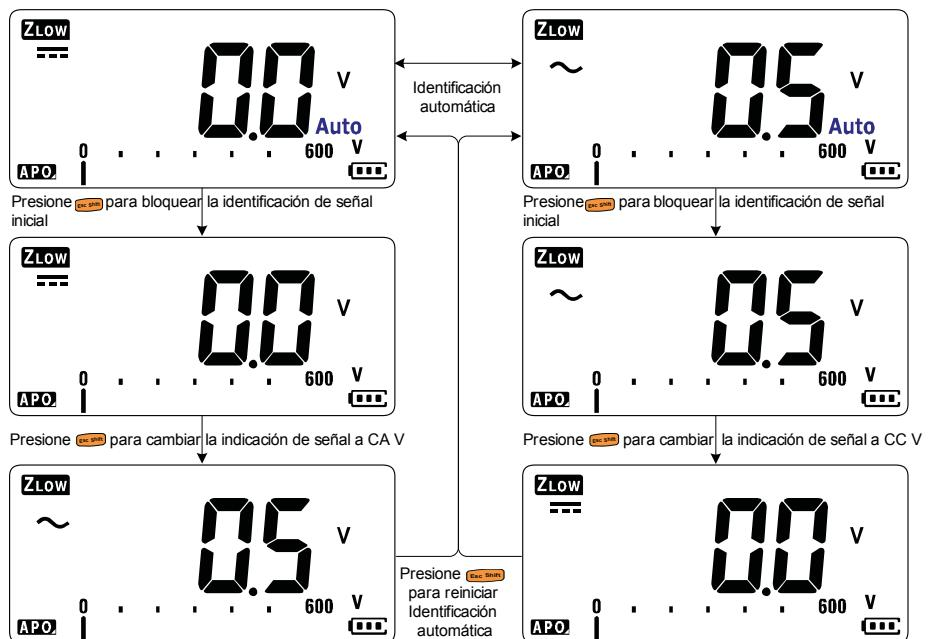

Figura 2-7 Flusso identificazione automatica V_{ZLOW}
- Premere una volta ***Esc Shift*** per bloccare l'identificazione del segnale iniziale (V_{CA} o V_{CC}). Premere di nuovo ***Esc Shift*** per cambiare le indicazioni della tensione CA e CC sul display principale. Premere ***Esc Shift*** per la terza volta per riavviare l'identificazione automatica del segnale. Vedere **Figura 2-7** per ulteriori informazioni.